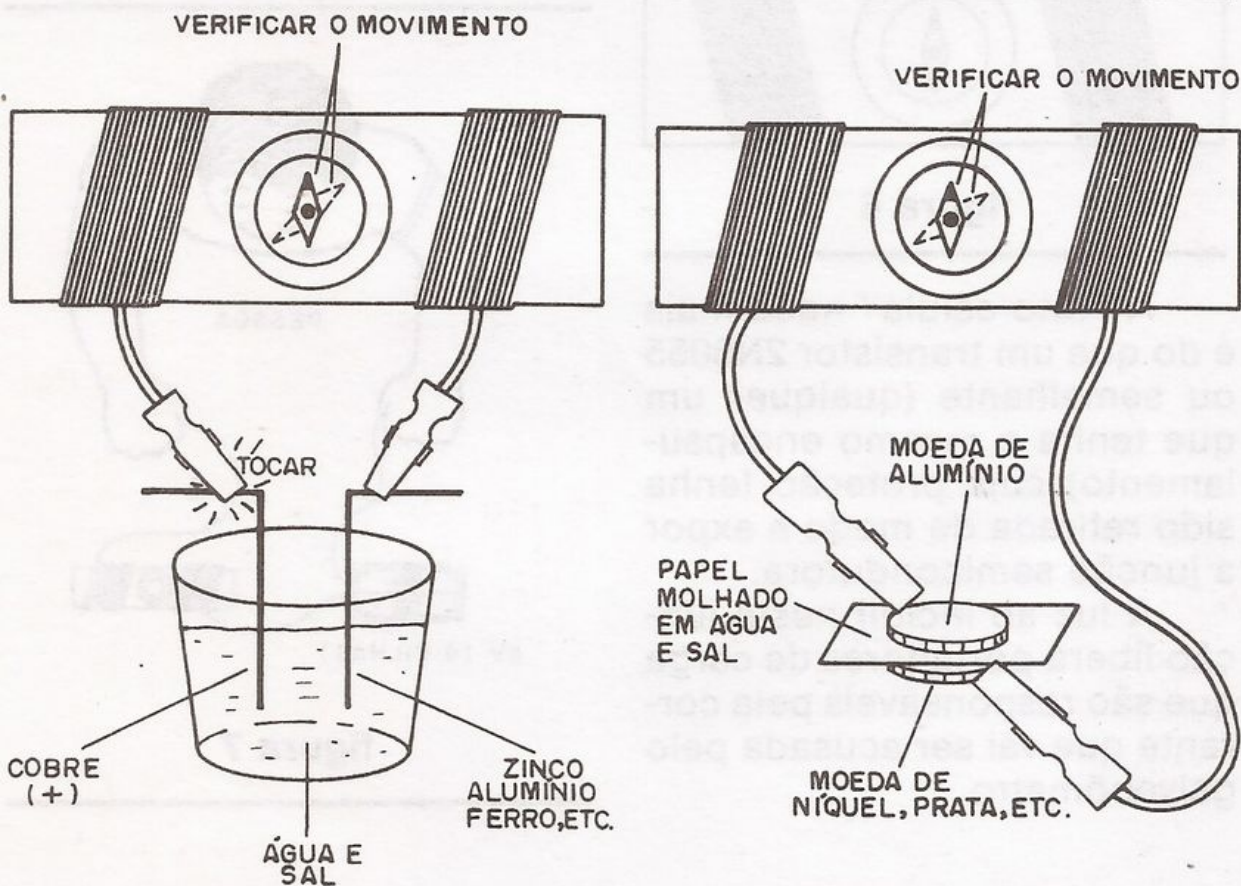

figura 5
1. Na **figura 5** temos o uso do galvanômetro na detecção da corrente produzida por duas interessantes fontes alternativas de energia. A primeira é uma pilha de "água e sal" que pode fornecer uma corrente muito pequena sob tensão em torno de 0,7 a 0,9V. Os eletrodos (terminais) são um fio de cobre descascado e um prego (o fio de cobre é o pólo + e o prego o -). Tocando as garras nos pólos da pilha, a agulha da bússola deve movimentar-se indicando a produção de energia.